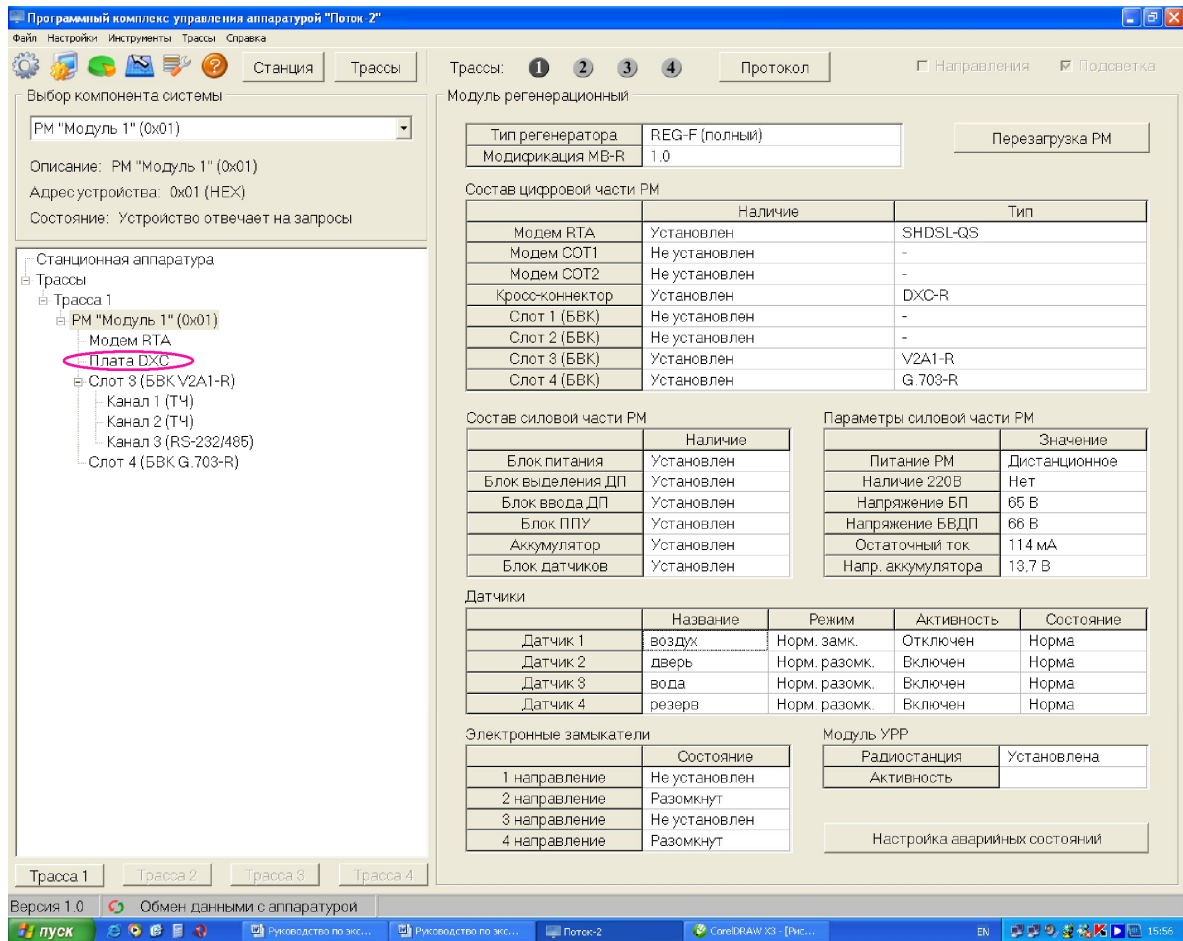
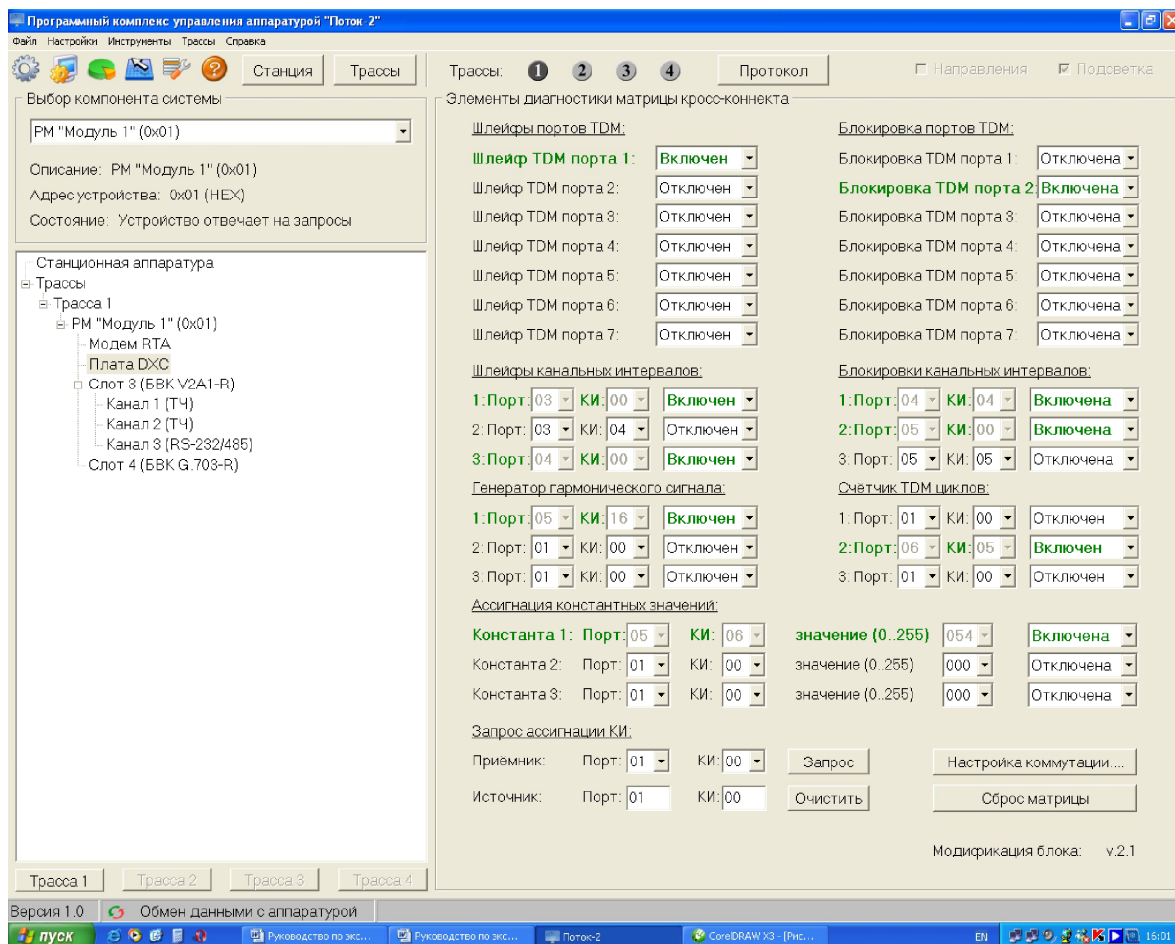

Рисунок 2
Рисунок 3
5.1.2 При выборе с помощью мыши элемента “Плата DXC” в поле “Выбор компоненты системы” (см. рисунок 2), осуществляется переход в окно “Элементы диагностики матрицы кросс-коннектора” (см. рисунок 3) .
5.1.8 Версия программного обеспечения платы кросс - коннектора отображается в поле **“Модификация блока”** (см. рисунок 3).